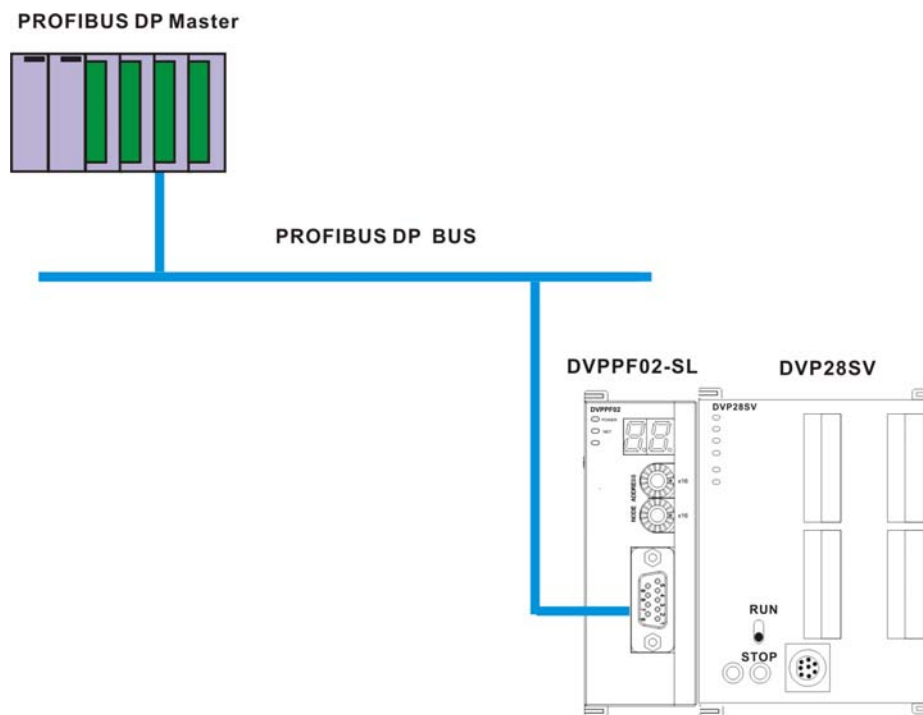

图 10-1
1. 此范例使用西门子 S7-300 做 PROFIBUS DP 主站，DVPPF02-SL 做从站。PROFIBUS DP 网络示意图如图 10-1 所示。